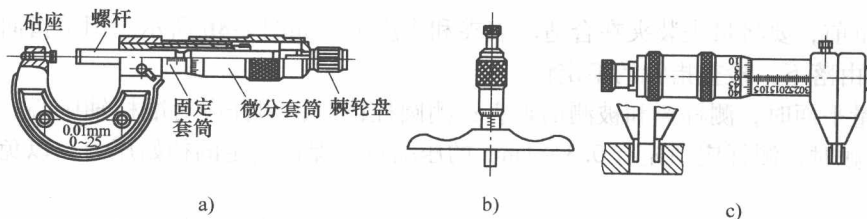

图 2-6 千分尺
1. 千分尺的刻线原理 图 2-6 所示为测量范围 $0 \sim 25\text{mm}$ 的外径千分尺。弓架左端有固定砧座，右端的固定套筒轴线方向上刻有一条中线（基准线），上下两排刻线互相错开 0.5mm ，形成主尺。微分套筒左端圆锥面上刻有 50 等分的圆周刻线，形成副尺。微分套筒转动一圈，带动螺杆一同沿轴向移动 0.5mm 。因此，微分套筒每转动一格，螺杆沿轴向移动 0.01mm 。